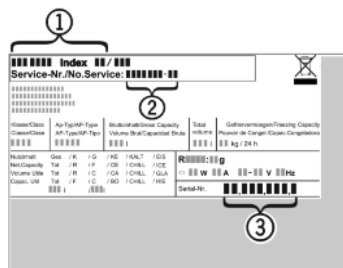

Fig. 7
- ▶ Laitteen nimitys *Fig. 7 (1)*, service-n:o *Fig. 7 (2)* ja sarja-n:o *Fig. 7 (3)* löytyvät tyyppikilvestä tyyppikilpi sijaitsee vasemmalla sisäpuolella.
- ▶ Ilmoita asiakaspalveluun vika, laitteen nimi *Fig. 7 (1)*, service-n:o *Fig. 7 (2)* ja sarja-n:o *Fig. 7 (3)*.